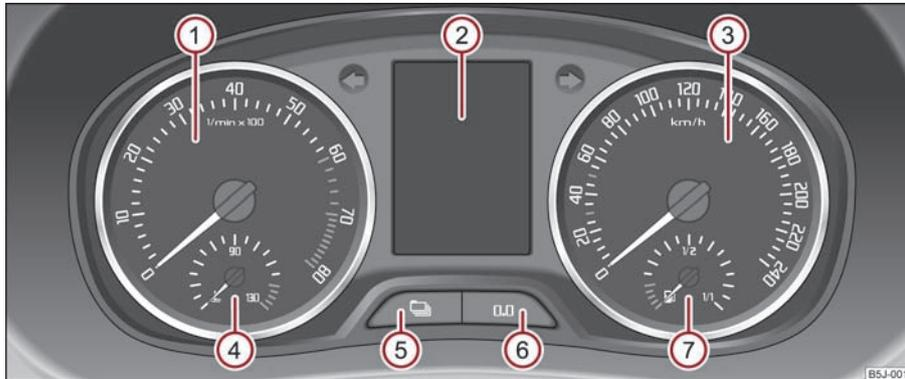

Abb. 2 Kombi Instrument
Der rote Bereich der Drehzahlmesserskala ① ⇒ Abb. 2 kennzeichnet den Bereich, in dem das Motorsteuergerät beginnt, die Motordrehzahl zu begrenzen. Das Motorsteuergerät begrenzt die Motordrehzahl auf einen sicheren Grenzwert.
Die Kühlmitteltemperaturanzeige ④ ⇒ Abb. 2 arbeitet nur bei eingeschalteter Zündung.
Die Kraftstoffvorratsanzeige  ⇒ Abb. 2 arbeitet nur bei eingeschalteter Zündung.
Halten Sie den Rückstellknopf  ⇒ Abb. 2 ca. 1 Sekunde gedrückt, wird der Tageszähler auf Null zurückgestellt.